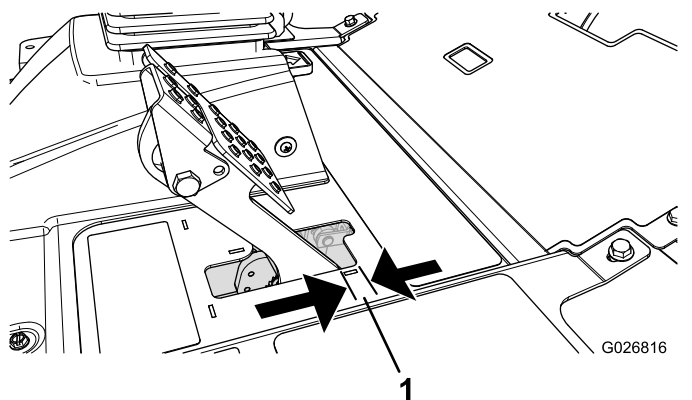

Figura 96
Regolate i freni se il pedale ha un “gioco” superiore a 2,5 cm o quando è necessaria maggiore forza di tenuta (Figura 96). Per gioco s'intende la distanza che il pedale percorre prima che si avverta la resistenza della frenata.
2. Serrate il dado posteriore per spostare indietro il cavo, finché i pedali del freno non hanno un gioco compreso tra 0,63 e 1,27 cm, prima che la ruota si blocchi (Figura 96).